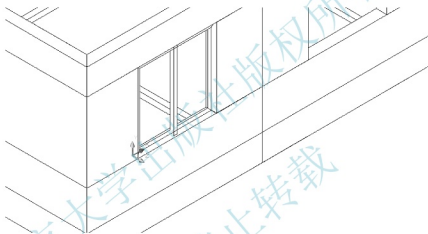

图 6.21 绘制出中间窗框 (消隐后图形)
- (1) 启动【多段线】命令。
- (2) 在指定起点: 提示下, 捕捉已绘制的上边框的中点作为多段线的起点。
- (3) 在指定下一个点或 [圆弧(A)/半宽(H)/长度(L)/放弃(U)/宽度(W)]: 提示下, 输入“W”后按 Enter 键。
- (4) 在指定起点宽度<0.0000>: 提示下, 输入“80”后按 Enter 键。
- (5) 在指定端点宽度<80.0000>: 提示下, 按 Enter 键执行尖括号内的默认值“80.0000”。
- (6) 在指定下一点或 [圆弧(A)/闭合(C)/半宽(H)/长度(L)/放弃(U)/宽度(W)]: 提示下, 捕捉已绘制的下边框的中点作为多段线的终点, 然后按 Enter 键结束命令, 结果如图 6.21 所示。
将当前层切换为【玻璃】图层, 并打开图 6.21 所示的图形文件。